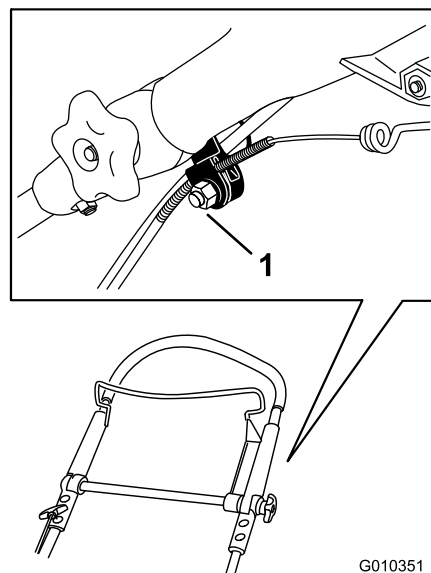

Figura 46
1. Afloje la tuerca del soporte del cable (Figura 46).